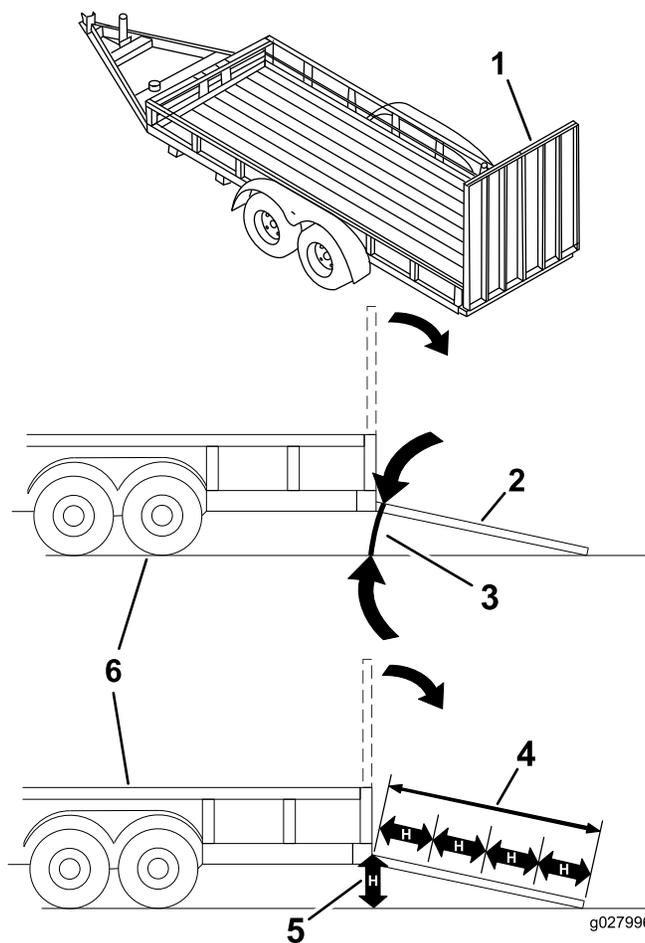

Рисунок 35
При погрузке машины на прицеп или грузовик повышается вероятность опрокидывания, что может привести к получению тяжелой травмы или гибели (Рисунок 35).
3. Опустите наклонный въезд, убедившись, что угол между наклонным въездом и поверхностью земли не превышает 15 градусов (Рисунок 35).
1. Опустите наклонный въезд, убедившись, что угол между наклонным въездом и поверхностью земли не превышает 15 градусов (Рисунок 35).